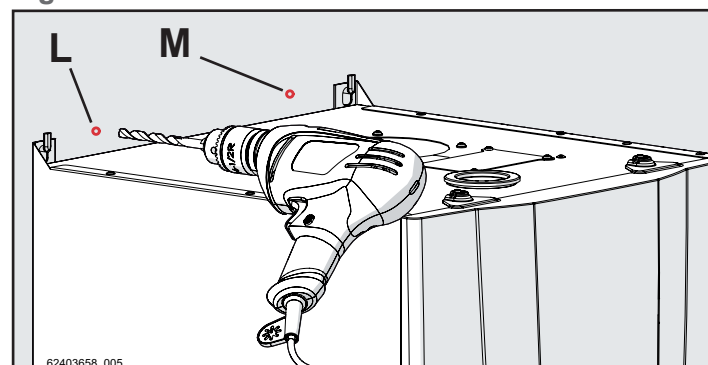

Figure 5-65
- 3.- Retirer le gabarit de référence et l'étrier de fixation supérieur et réaliser, au niveau des signes effectués, les trous avec la perceuse, comme il est indiqué sur les Figures 5-65 et 5-66;